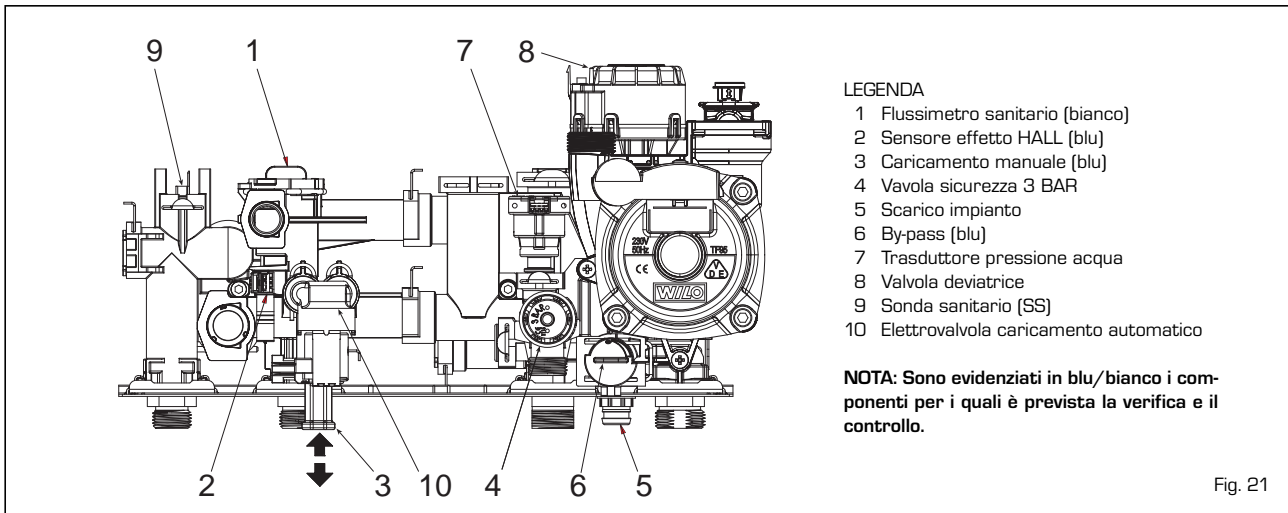

Fig. 21
4.5.1 Manutenzione caldaia (fig. 21)